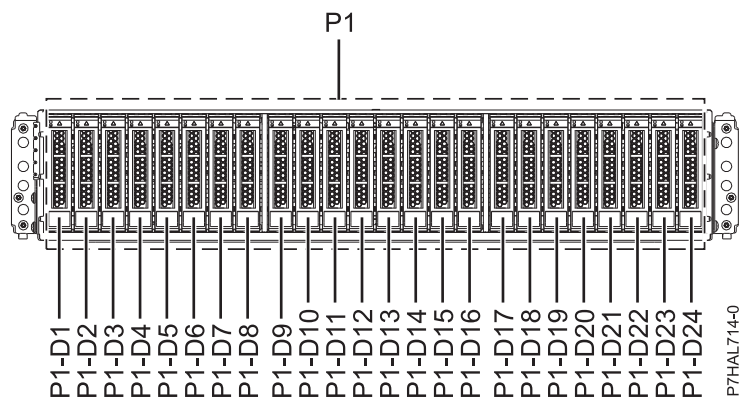
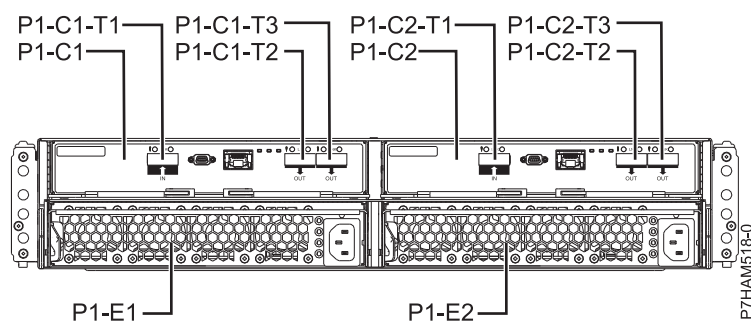

Figura 26. Vista anterior do 5887 suporte de unidades de disco mostrando a localização das unidades de disco
Figura 27. Vista posterior da 5887 suporte de unidades de disco
3. Identifique o componente e o suporte aos quais pretende prestar assistência. As ranhuras de unidades de disco e unidades de disco de segunda geração estão localizadas na parte anterior do suporte. Figura 26 e a Figura 27 mostram a vista anterior e vista posterior do 5887 suporte de unidades de disco e as localizações da unidade de disco na 5887 suporte de unidades de disco.